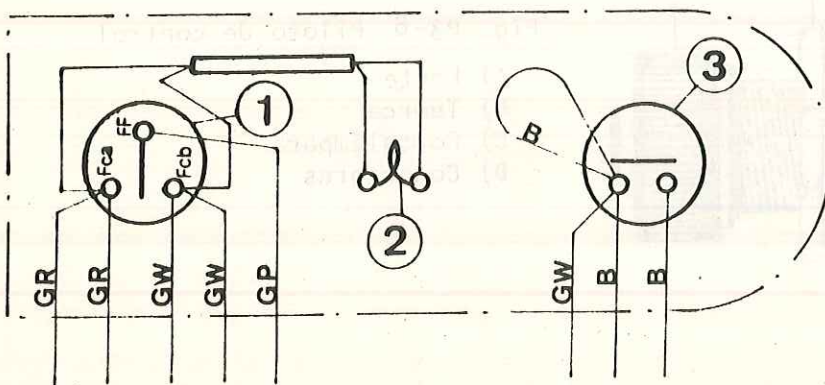

Fig. P3-7 Esquema eléctrico
- 2.1. Montar el soporte y efectuar las conexiones de los interruptores y de la lámpara control según el esquema eléctrico (Fig. P3-7).